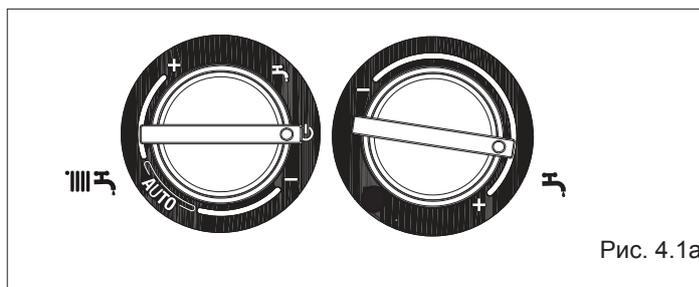

Рис. 4.1a
Если вы отсутствуете непродолжительное время, установите переключатель режимов работы (рис. 4.1a) в положение  (OFF - Выключено).
Если вы будете отсутствовать в течение длительного времени, установите переключатель режимов работы (рис. 4.1a) в положение  (OFF - Выключено). Установите главный выключатель системы в положение «выключено». Закройте кран на трубопроводе топлива и кран воды на системе отопления и на системе ГВС. В этом случае системы защиты от замерзания и защиты от заклинивания будут отключены. Слейте воду из системы отопления и системы ГВС, если существует опасность замерзания.
- установите переключатель режимов работы (рис. 4.1a) в положение  (OFF - Выключено).